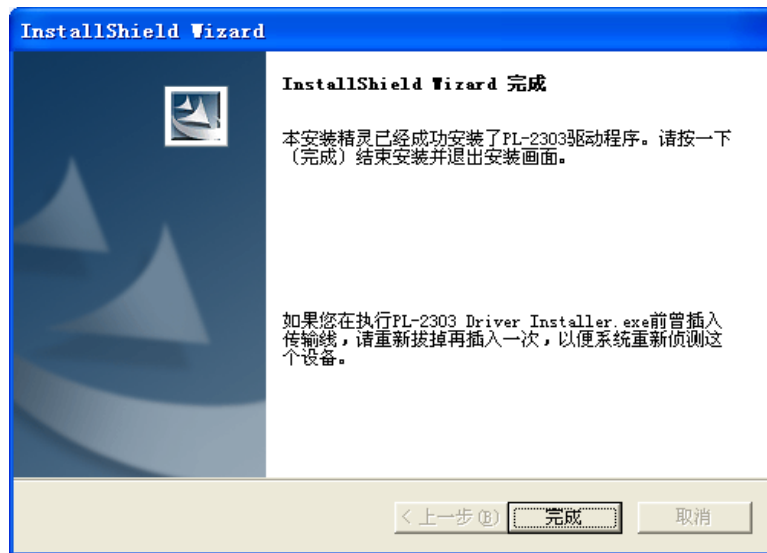

图 41
c. 驱动程序安装结束，点击“完成”按钮，完成驱动程序的安装，如图41所示：